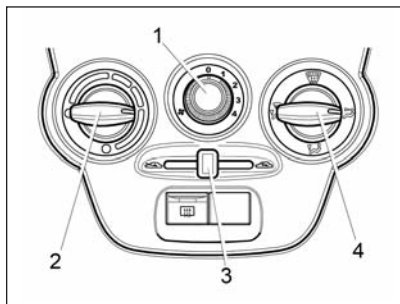
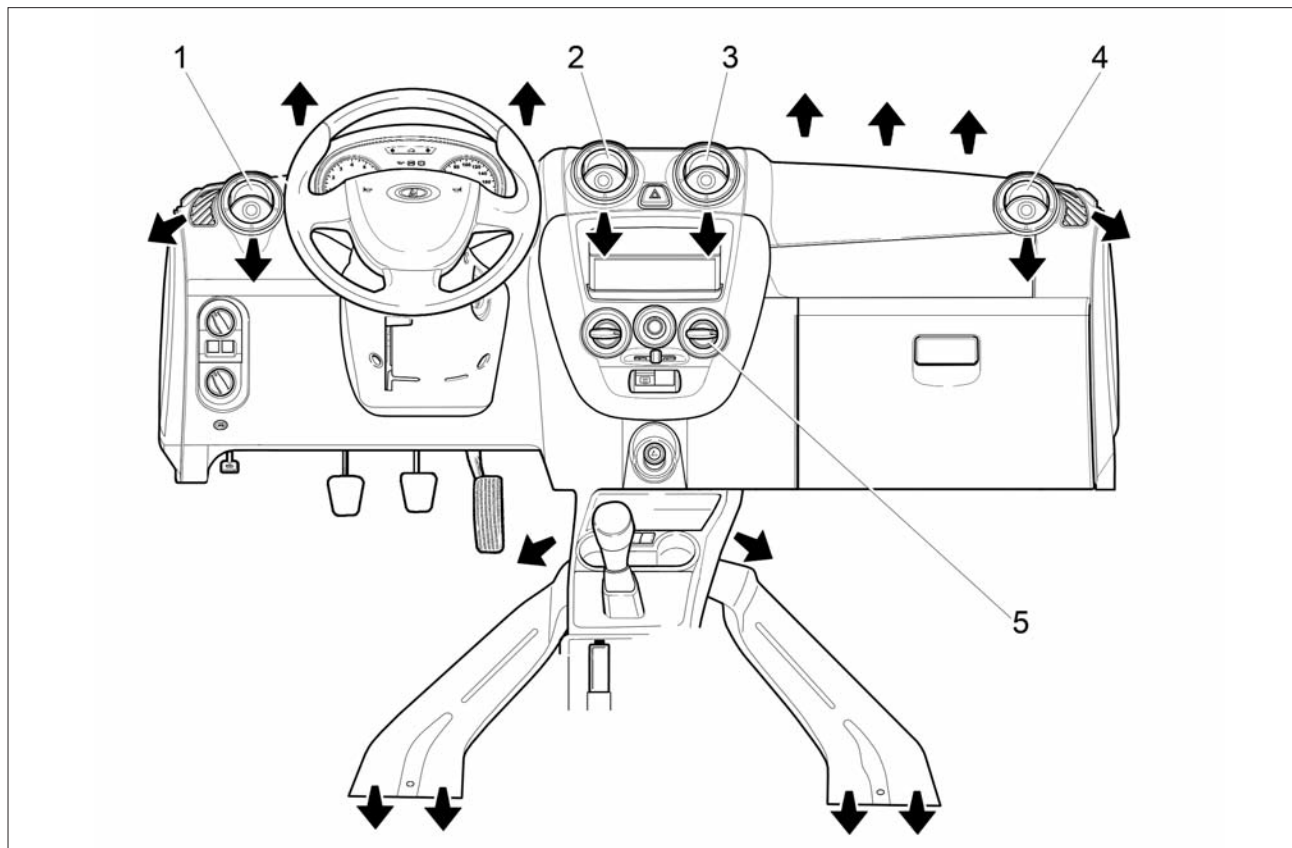
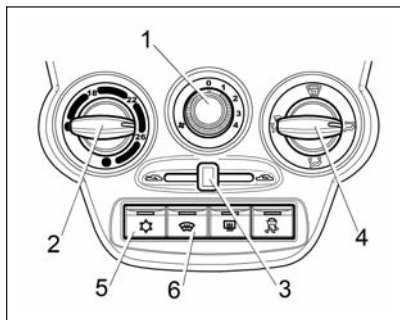

Рис. 38. Блок управления системой вентиляции и отопления
Рис. 39. Направления потоков воздуха из дефлекторов и воздуховодов
Рис. 40. Блок управления климатической системой (в варианном исполнении)
Отопительно-вентиляционная установка автомобиля предназначена для создания в салоне комфортной температуры воздуха, значение которой регулируется блоком управления системой вентиляции и отопления (рис. 38). Однако она не может обеспечить в салоне температуру ниже, чем имеет наружный воздух.
Непосредственным воздействием на дефлекторы сопел 1, 2, 3 и 4 (рис. 39) регулируется интенсивность подачи воздуха путем изменения положения дефлекторов вплоть до полного их закрытия. Открытие нужного сопла производится нажатием на специальное углубление в дефлекторе. Вращением дефлектора регулируется направление воздушного потока.
- **рукоятку 4** (см. рис. 38) установить в зависимости от желаемого направления потока;
- **сопла 1 и 4** (см. рис. 39) отрегулировать по направлению и силе потока (рукояткой переключателя 2, см. рис. 38), в зависимости от желаемого направления и силы потоков;
– **рукоятку 3** (см. рис. 38 и рис. 40) перевести в крайнее левое положение ;
– **рукоятку 4** (см. рис. 38) установить в положение ;
– **сопла 1 и 4** (см. рис. 39) направить на соответствующие боковые стекла в зону наибольшего запотевания;
– **рукоятку 2** (см. рис. 38) установить в положение подачи максимально теплого воздуха (красная точка) в холодное время года (максимально холодного воздуха в теплое время года, кроме того, рекомендуется включать кондиционер при наличии);
– **рукоятку 1** (см. рис. 38) поставить на скорость в зависимости от степени запотевания стекла.
При мойке автомобиля нельзя включать вентилятор климатической системы, что соответствует положению «0» рукоятки 1 (см. рис. 38).
– **рукоятку 2** (см. рис. 38) установить в положение подачи максимально теплого воздуха;
– **сопла 1 и 4** (см. рис. 39) направить на соответствующие боковые стекла в зону наибольшего обледенения;
– **рукоятку 1** (см. рис. 38)
- **рукоятку 4** (см. рис. 38) установите в желаемое положение направления потоков воздуха;
После мойки автомобиля в холодное время года при температуре окружающего воздуха ниже 0°C рекомендуется включать вентилятор системы вентиляции и отопления салона переключателем 1 (см. рис. 38 и 40) на 3-4 скорость на время около 2-3 минут.
В варианном исполнении (см. рис. 40) климатическая установка имеет дополнительный режим кондиционирования, обеспечивающий охлаждение воздуха, подаваемого в салон автомобиля. При этом логика и алгоритмы управления, описанные выше для системы вентиляции и отопления, верны и для климатической установки с кондиционером.
2. Включите вентилятор, установив **рукоятку 1** (см. рис. 40) в одно из положений «1», «2», «3» или «4».
В положении  рукоятки 4 хотя бы одно из сопел 1, 2, 3 или 4 (см. рис. 39) должно быть открытым, иначе теплообменник охлаждения воздуха (испаритель) может обледенеть и перекрыть подачу воздуха в салон.
Для установки желаемой температуры воздуха в салоне поверните **рукоятку 2** (см. рис. 40) по часовой стрелке для повышения, против часовой стрелки для понижения. Температура будет поддерживаться автоматически в пределах производительности климатической установки и установленного допуска.
2. Поверните **рукоятку 2** (см. рис. 40 против часовой стрелки в левое положение до упора (синяя точка на блоке управления).
3. Установите **рукоятку 4** своей меткой напротив символа . **Сопла 1 и 4** (см. рис. 39) панели приборов должны быть открытыми.
4. **Рукояткой 1** (см. рис. 40) включите максимальную скорость вентилятора климатической установки (положение «4»).
Для включения/выключения ЭОВС нажмите **кнопку 6** (см. рис. 40), при включении загорается индикатор на кнопке выключателя. Контрольный световой индикатор, расположенный на кнопке выключателя, будет светиться желтым светом в течение всего времени работы системы электрообогрева. Система ЭОВС функционирует только при работающем двигателе.